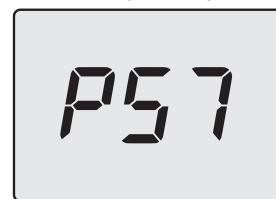

Figura 5.29
- Premere per 1 sec. il tasto 14 (Figura 5.25) per entrare nel parametro selezionato. Il display visualizzerà quanto segue (Figura 5.29).